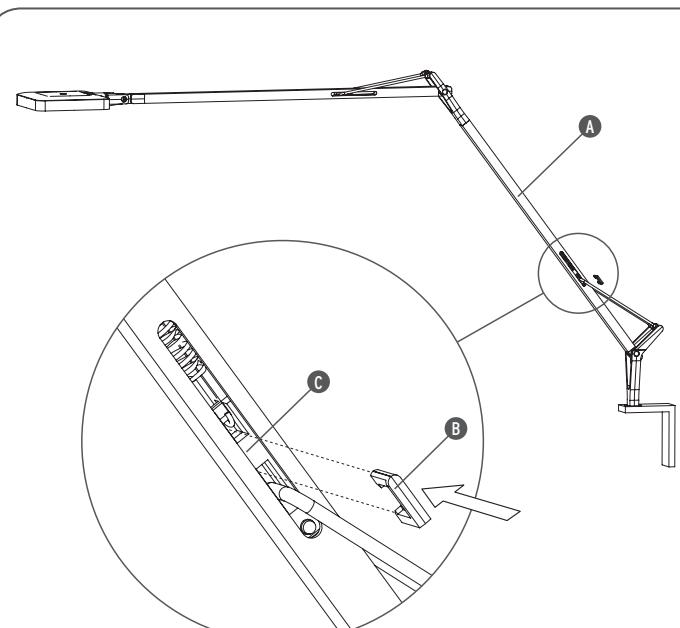

Fig. 2
<IT> Fig.2 Con il braccio (A) dell'apparecchio piegato di 45° rispetto all'asse perpendicolare, introdurre il blocco a scatto (B) nell'asola (C) del braccio come indicato in figura.
<EN> Fig.2 With the arm (A) of the device bent at 45° to the perpendicular axis, insert the trip block (B) into the arm's slot (C) as indicated in the figure.
<DE> Abb.2 Den Leuchtenarm (A) im 45° Winkel zur Senkrechtachse einrichten und den Schnappverschluss (B) in die Öse (C) des Arms einführen, wie in der Abbildung dargestellt.
<FR> Fig.2 Une fois le bras (A) de l'appareil plié à 45° par rapport à l'axe perpendiculaire, introduire la pièce de blocage (B) dans la fente (C) du bras, comme indiqué sur le schéma.
<PT> Fig.2 Com o braço (A) do aparelho inclinado a 45° relativamente ao eixo perpendicular, introduzir o encaixe (B) na ranhura (C) do braço, como na figura.
<RUS> Рис.2 Согнуть плечо (A) устройства на 45° по отношению к вертикальной плоскости и вставить ограничитель с защелкой (B) в прорезь (C) плеча, как указано на рисунке.
<JP> 図.2 垂直の軸に対して45°に折り曲げられた器具のアーム(A)では、スナップロック(B)が図で示されているようにアームの穿孔(C)に差し込まれる。